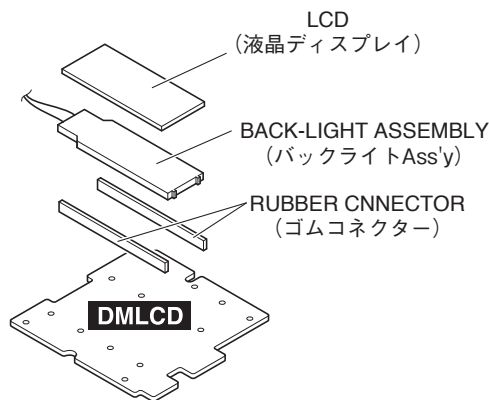

Fig.6 (図 6)
- 9-3 Remove the back-light assembly. (Fig.6)
- 9-4 Remove the rubber connector. (Fig.6)
- 9-5 Remove the LCD. (Fig.6)
* *Avoid touching the conductive part of the rubber connector as much as possible. Should foreign matter or dirt adhere, remove such contamination using adhesive tape or the like. Do not wipe off using solvents such as benzene or alcohol. (Fig.6)*
- 9-3 バックライト Ass'y を外します。(図 6)
- 9-4 ゴムコネクタを外します。(図 6)
- 9-5 液晶ディスプレイを外します。(図 6)
※ ゴムコネクタの導電部には極力触れないようにしてください。異物、ごみ等が付着した場合は粘着テープ等で取り除き、ベンゼン・アルコール等の溶剤では拭かないでください。(図 6)